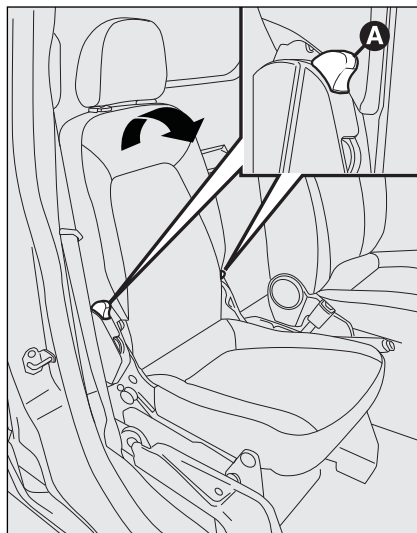

fig. 22
- ☐ bedien de hendels **A-fig. 22** en klap de rugleuning naar voren in de richting van de pijl;